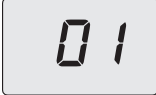

Рисунок 8.11
- Войдите в «режим программирования», нажав одновременно и удерживая в течение 10 секунд кнопки 3 и 5 (Рисунок 3.1), до появления на ЖК дисплее букв **Pr**, чередующихся с номером параметра **01**, указывая на вход в «параметр 01» (Рисунок 8.11).